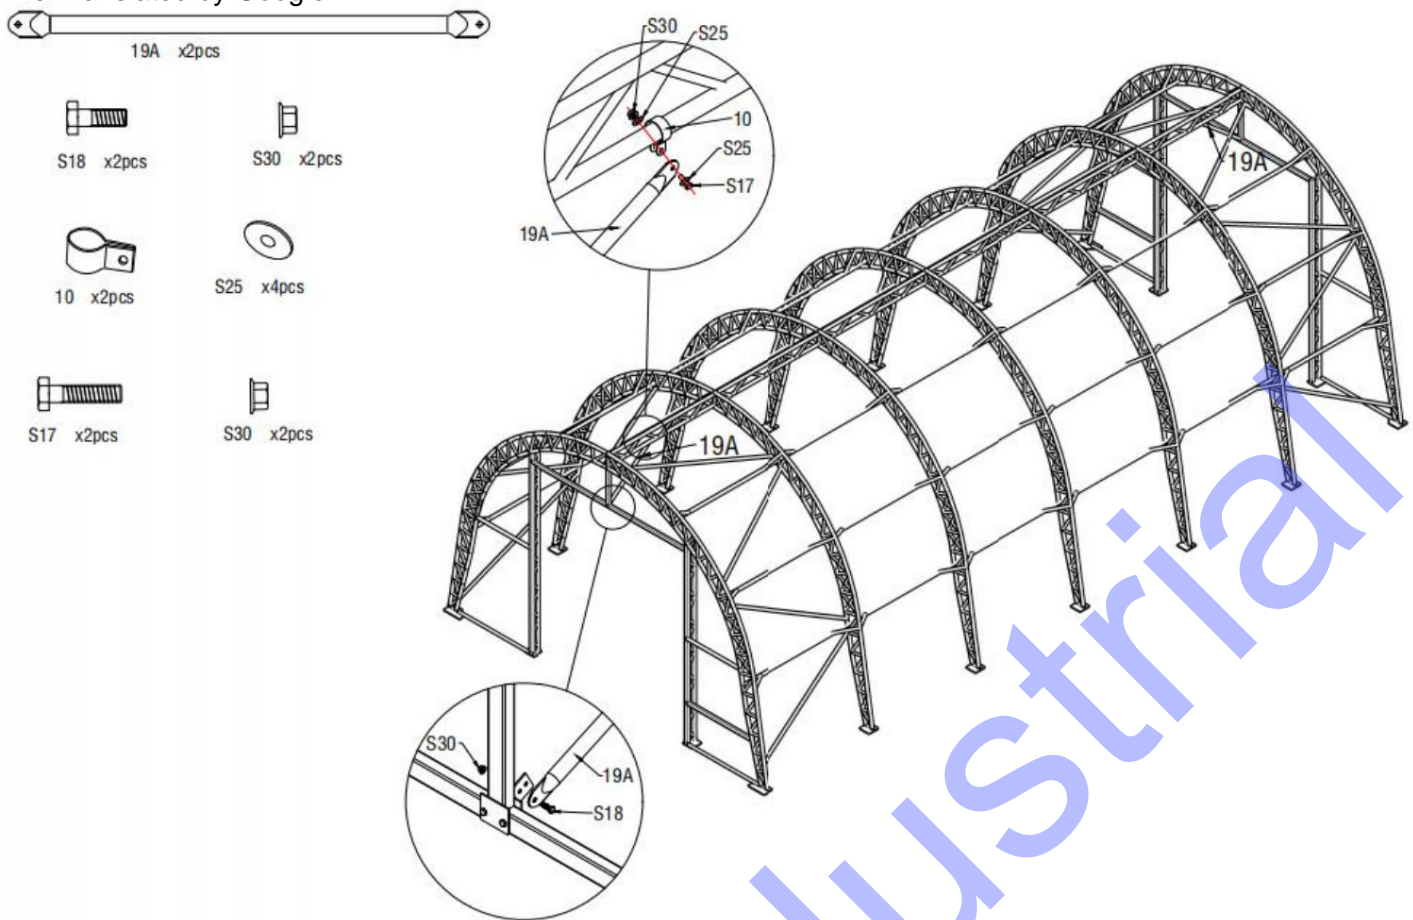

Figure 15
2. Fixez les clips (n° 10) sur les pannes à double ferme (n° 6) et installez le tube de support diagonal pour poutre de porte (n° 19A) sur les clips, comme illustré à la figure 15. Connectez le tube de support diagonal pour poutre de porte (n° 19A) entre le cadre de porte et les pannes à double ferme (n° 6) à l'aide de vis M10x30 (n° S18) et M10x50 (n° S17) avec une rondelle plate M10 (n° 25).